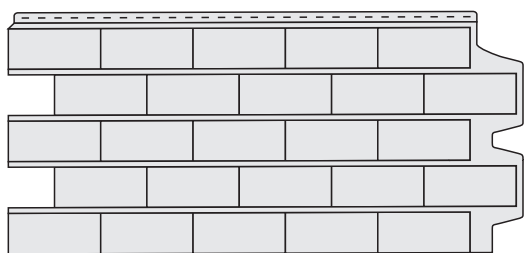

Рис. 11
**Внимание!** При начале каждого нового ряда необходимо от панели отрезать левую часть (рис. 11).